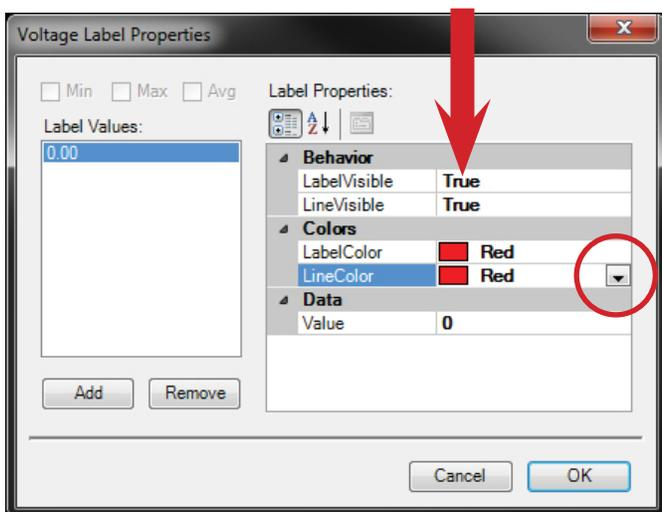
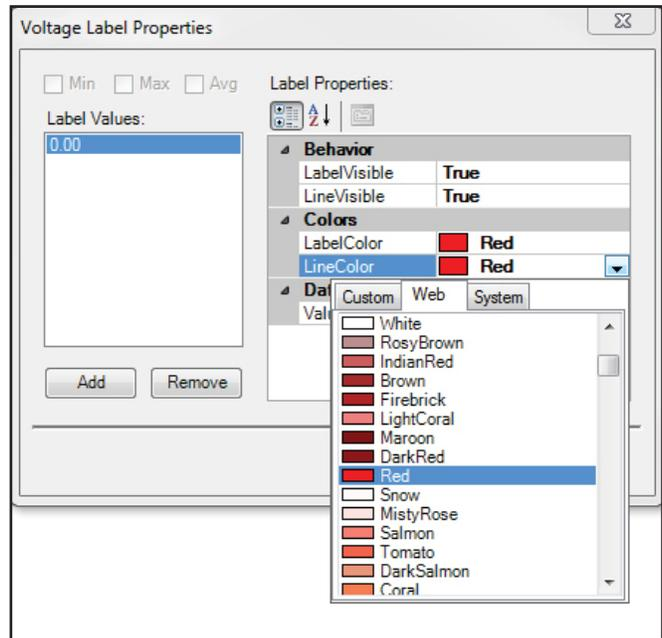

図 15: : チャート上の電圧ラインとラベルに任意の色を選択できます。
図 16: ラインとラベルの色を選択するメニューです。
3. Voltage Label Properties を開きます。(図15を参照)
6. Colorsの部分では、矢印を押すとラベルとラインの両方の色を個別に選択できます。(図15では、ゼロラベル(0.00)とゼロラインに赤色を選択しました。色を変更するには矢印を押して色選択メニューから選択します。図16のように任意の色を選択しラインとラベルをカスタマイズできます。)